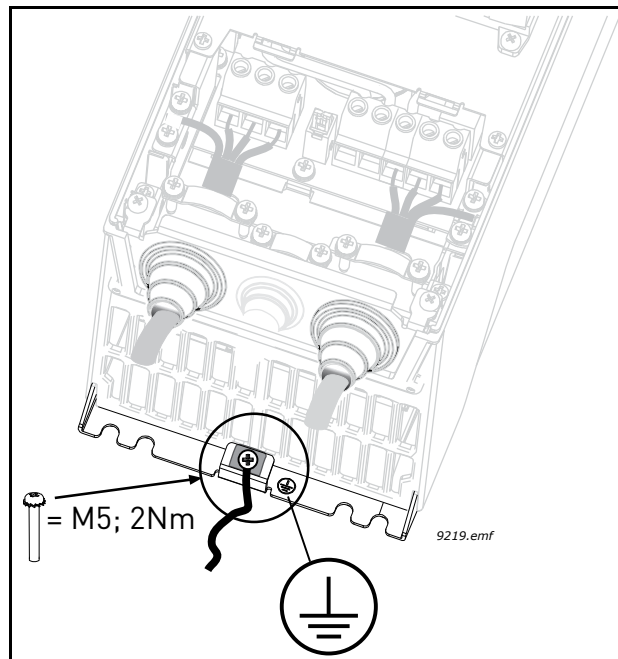

Figura 30. Conector suplimentar pentru pământare de protecție
**OBSERVAȚIE:** Conform standardului EN61800-5-1, se impune utilizarea a doi conductori de protecție. A se vedea Figura 30 și capitolul Pământarea și protecția împotriva unor erori de pământare. Folosiți șuruburi M5 și strângeți-le cu 2,0 Nm (17,7 lb-in.).